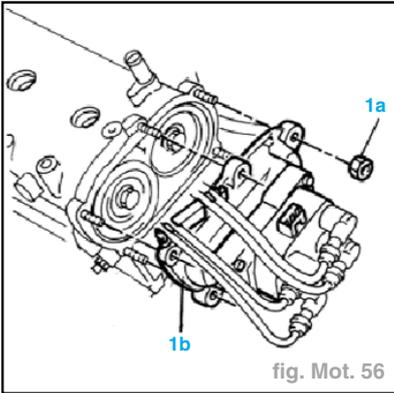

fig. Mot. 56
- Dévisser les écrous de fixation (1a) et déposer le support d'arbres à cames avec les bobines (1b) côté volant (fig. Mot. 56).